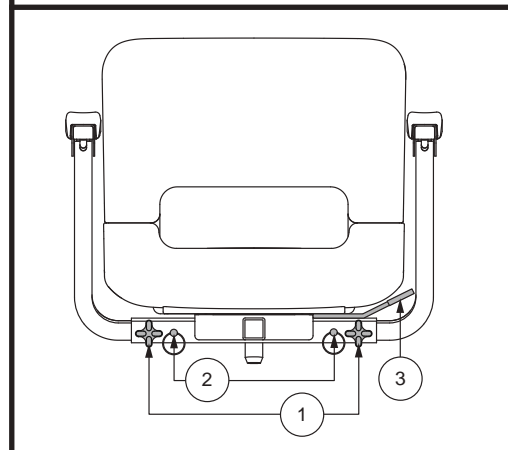

Figura 19. Regolazioni del sedile - Stile A
1. Allentare le manopole di regolazione del bracciolo. **Vedere figura 19.**
1. Spingere in avanti la leva sblocco sedile per liberarlo. **Vedere figura 19 o 20.**